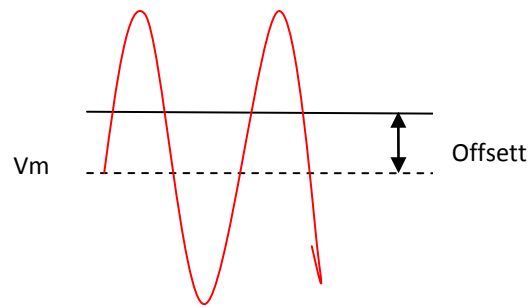

Fig 2 – Esempio di onda sinusoidale con offset negativo (V_m infatti occupa un livello di tensione più basso rispetto al riferimento)
- l'offset, ovvero l'escursione tra il valor medio del segnale V_m ed il livello di riferimento (cfr fig 2)